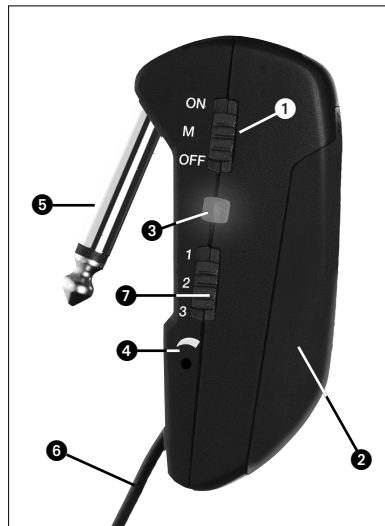

Abb. 1: Bedienelemente GB 40 FLEXX
2.5 Bedienelemente (siehe Abb. 1)